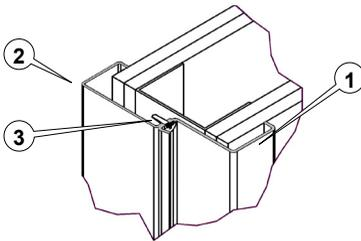

Abb. 120: Zarge mit Gegenzarge verschraubt
3. Ggf. bereits eingebaute Dichtungen aus der Eckzarge (1) herausziehen.
5. Gegenzarge (2) von der Bandgegenseite in die Türöffnung stellen und zur Eckzarge (1) ausrichten.
6. Gegenzarge (2) mit geeigneten Mitteln (Schraubzwingen) fixieren und gegen Versetzen sichern.
7. Eckzarge (1) und Gegenzarge (2) mit Bohrschrauben 4,8x19 mm (3) verbinden. Dabei die Bohrschrauben wie in Abb. 120 gezeigt von der Bandseite her mit geeignetem Werkzeug einschrauben und fest anziehen